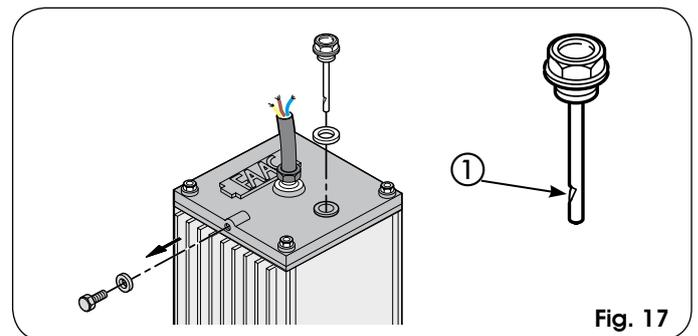

Fig. 17
Le niveau ne doit pas descendre sous le cran de la jauge de contrôle (Fig. 17 réf. ①).
Pour faire l'appoint, dévisser le bouchon de remplissage (Fig. 17) et verser l'huile jusqu'au niveau.
La clé de déverrouillage fournie peut être triangulaire (Fig. 17 réf. ①) ou personnalisée (Fig. 17 réf. ② en option).
- Introduire la clé de déverrouillage dans la serrure et tourner la clé d'un tour complet **en sens inverse horaire** d'après la figure 17.